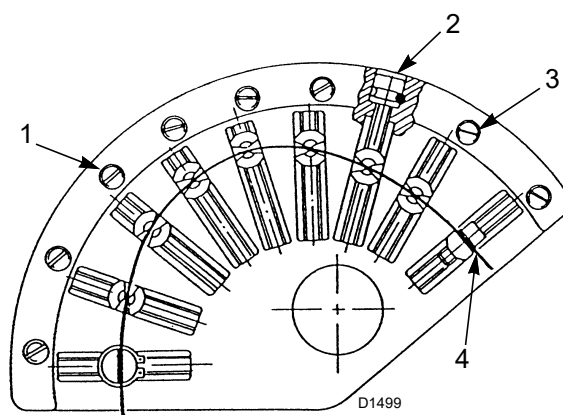

Fig. 26
Il faut changer progressivement le profil initial de la came 1)(Fig. 26) en agissant sur les vis 2)(Fig. 26).
Légende (Fig. 26)
Pour une meilleure répétabilité du réglage, prendre la précaution d'arrêter la rotation du groupe de came quand le coussinet supérieur qui glisse sur le profil 4)(Fig. 26) se trouve aligné sur l'une des vis de réglage 2).
agir sur les vis de réglage 2)(Fig. 26 à la page 25) après avoir desserré les vis 3).
Une fois le réglage optimal atteint, ne pas oublier de bloquer les vis de réglage des profils des cames au moyen des vis 3)(Fig. 26 à la page 25).
- 80s Le servomoteur tourne vers la gauche jusqu'à l'angle établi sur la came 2) (Fig. 26 à la page 25).